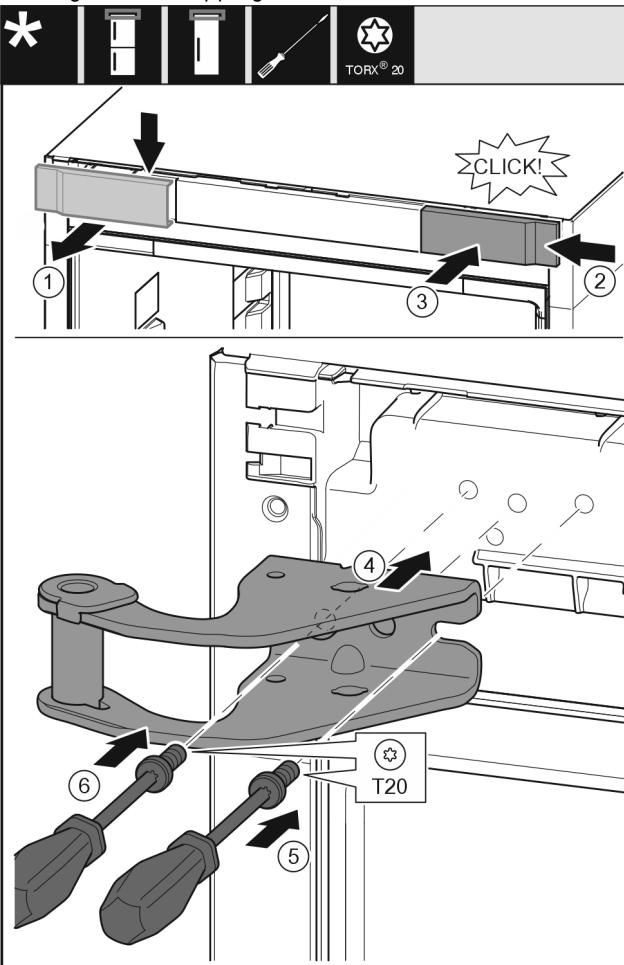

Fig. 8
- Ta av dekselet ovenfra og fremover. Fig. 8 (1)
- Monter dekselet fra høyre, dreid 180°, på den andre siden. Fig. 8 (2)
- La dekselet klikke på plass. Fig. 8 (3)
- Sett på den øvre lagerbukken. Fig. 8 (4)
- Sett skruen på og skru den fast med skrutrekker T20. Fig. 8 (5)
- Sett skruen på og skru den fast med skrutrekker T20. Fig. 8 (6)